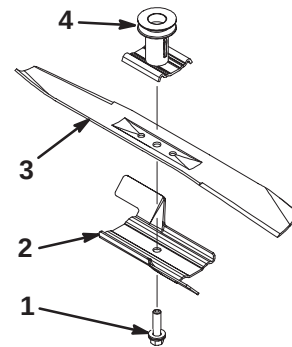

Figure 32
2. Nehmen Sie die Messerschraube, Sicherungsscheibe, das Gaspedal und das Messer ab (Bild 32).